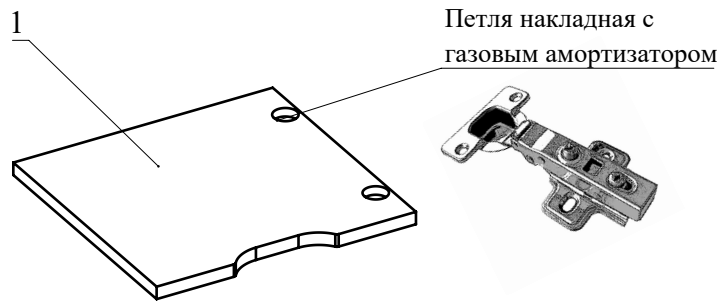

Рис.5
5. На детали 1 закрепите петли накладные с помощью шурупов 3,5х16 (Рис. 5).